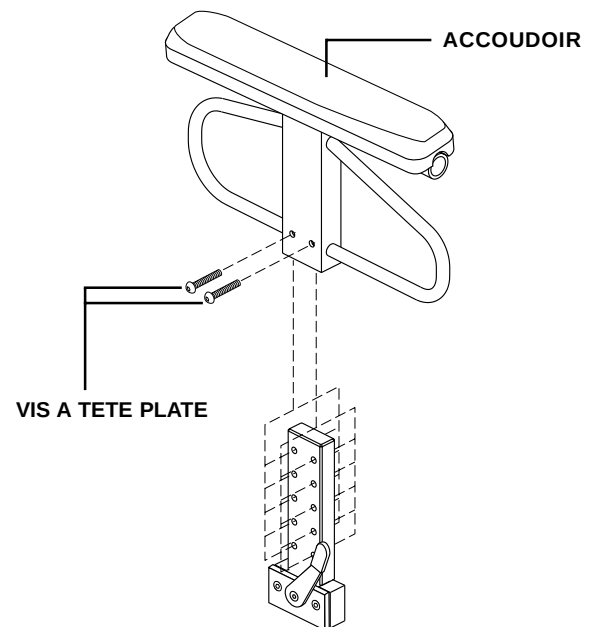

Figure 10. Réglage accoudoir enlevable
1. Retirez avec une clé hexagonale 5/32" les deux vis à tête plate sur le support de bras. Voir la figure 10.